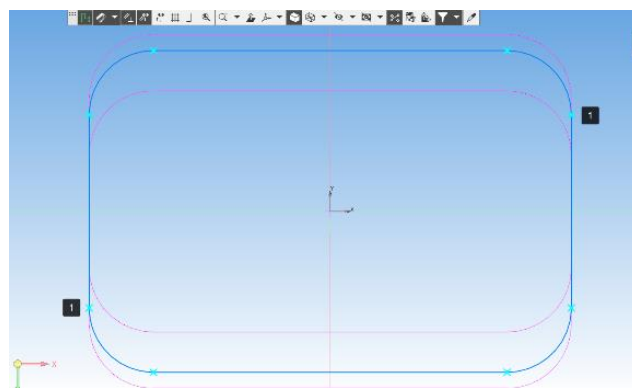

Рисунок 136 - Спроецированный эскиз
- На спроецированный объект автоматически накладываются параметрические связи (1) (Рисунок 136 - Спроецированный эскиз) – Проекционная связь. Это обеспечивает постоянную связь проекции с исходным двух- или трехмерным объектом.